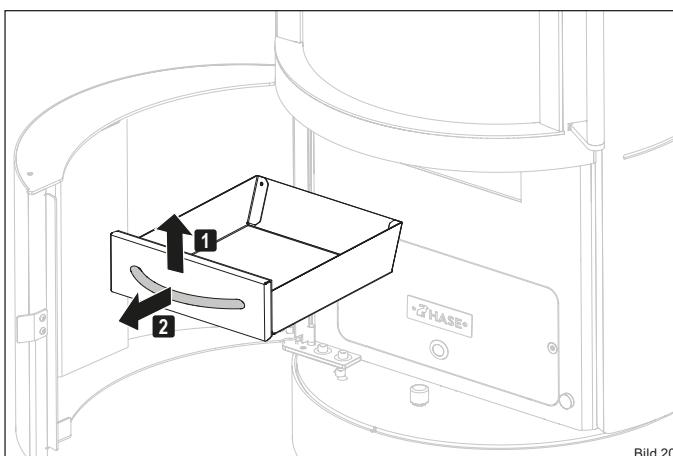

Bild 20
- Ziehen Sie den Aschebehälter am Griff aus der Öffnung heraus (Bild 20).
- ▶ Ziehen Sie den Aschebehälter am Griff aus der Öffnung heraus (Bild 20).